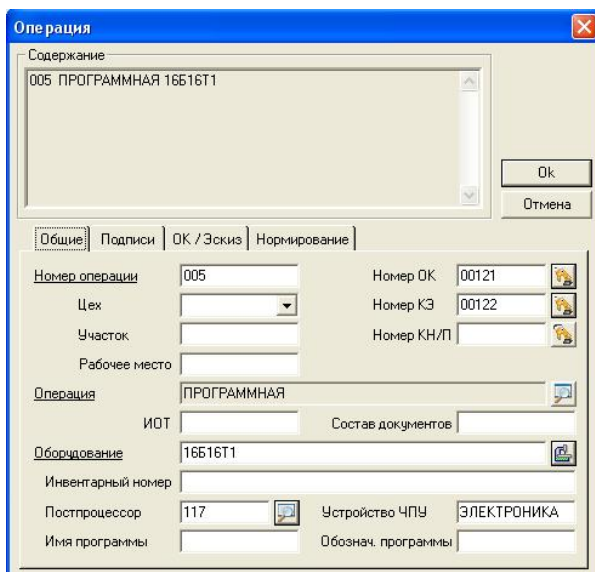
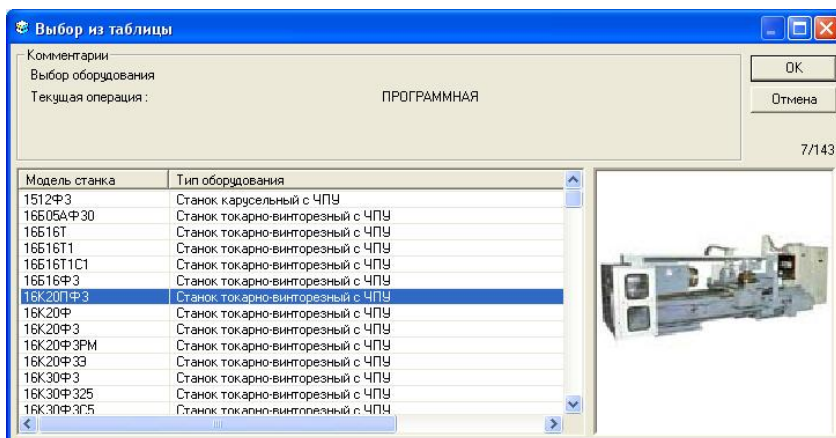

Рис. 9. Выбор оборудования
Рис. 10. Список оборудования
1. Нажмите кнопку “Станок”  во вкладке “Операция” (рис. 9). Появится диалог “Оборудование” (рис. 10).